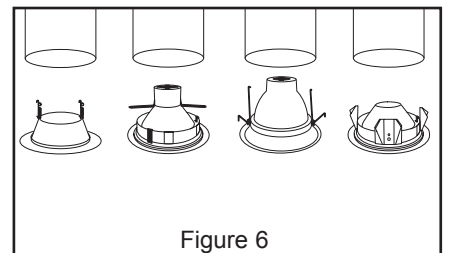

Figure 6
**Step 4.** Install trim using coil, leaf, torsion, or push-in springs as provided (Fig. 6). Remove socket paint protector cover and install proper lamp (light bulb) as listed on housing label.
**Paso 4.** Instale el reborde usando resortes helicoidales, de torsión o de lámina flexible, según se indique (fig. 6). Quite la cubierta protectora azul de la pintura del enchufe e instale la lámpara adecuada según se indica en la etiqueta de la caja.